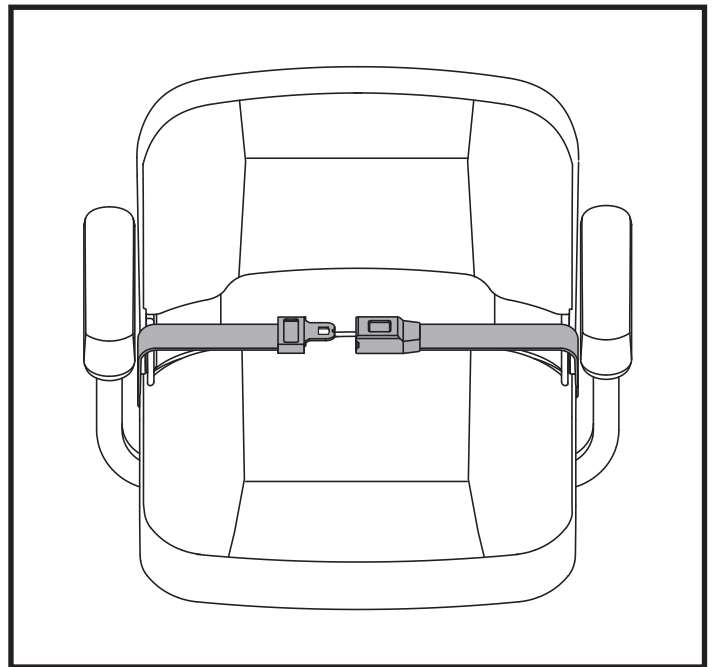

Figure 18. Ceinture de positionnement - De type attache en métal ou ceinture de positionnement - Crochet réutilisable et boucle de fixation
1. Insérez l'onglet de la ceinture côté droit dans la boucle de ceinture côté gauche jusqu'à ce que vous entendiez le "clic". **Voir la figure 18.**